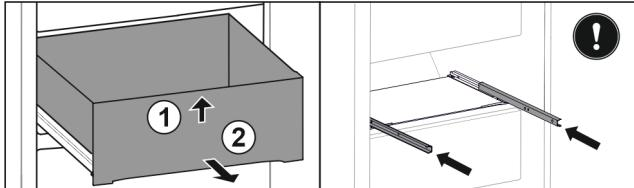

Fig. 142
► 抬起抽屉前部。Fig. 142 (1)
► 朝前取出抽屉。Fig. 142 (2)